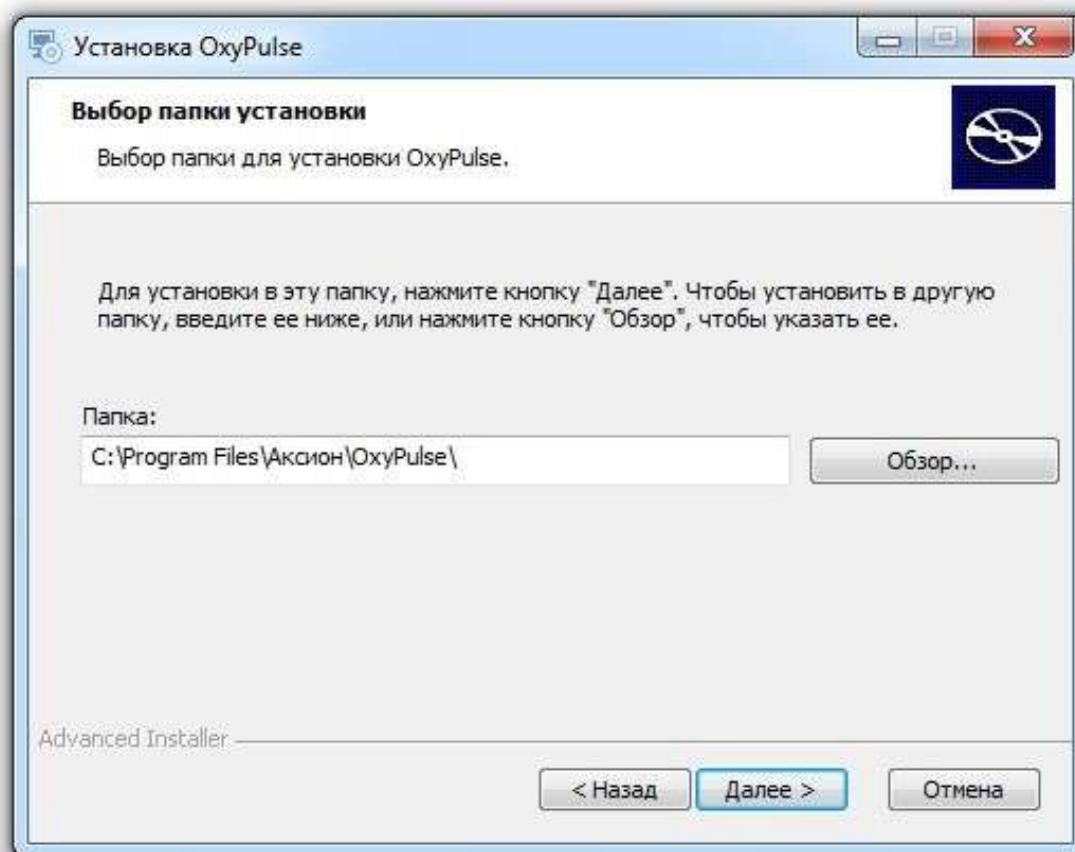

Рисунок 3.4 – Программа установки. Выбор директории для установки
3.4.1.7 Затем, программа установки запросит путь до директории, в которую будет производиться установка программы и распаковка дополнительных файлов (рисунок 3.4). Выбрать директорию, на которую у Вас есть права доступа на чтение и запись.